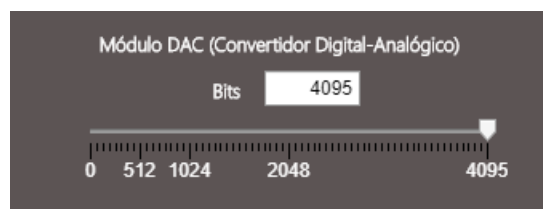

Figura 5.22: Selección de valor DAC.
3. Ubicar el bloque de *Módulo DAC*; en la caja de texto o en la barra deslizador, colocar el valor de 4095 equivalente a una fuente de alimentación de 5 Volts (Figura 5.22).